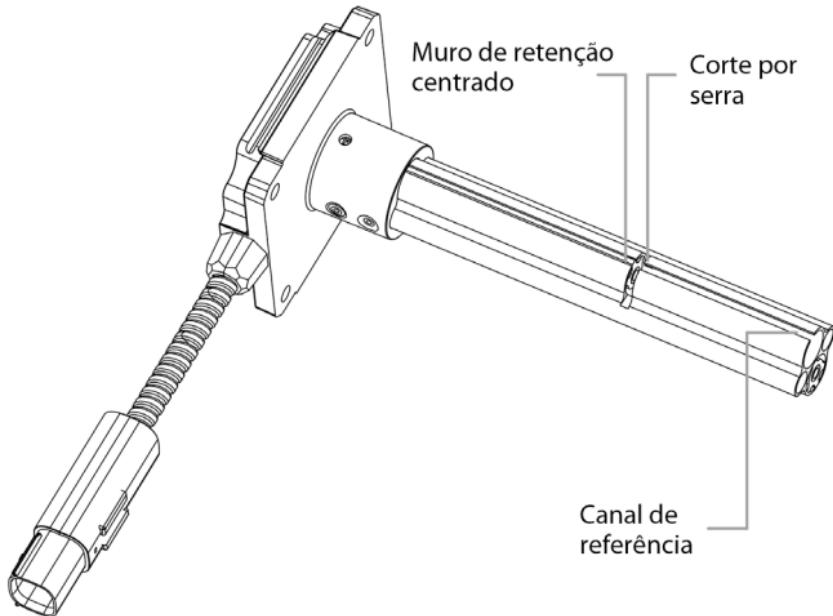

Figura 3. Corte do canal REF
- A profundidade do reservatório O canal REF deve ser mais curto do que a parte de medição do sensor por um mínimo de 100 mm. Se a diferença for inferior a 100 mm, cortar o canal REF como mostra a Figura 3.